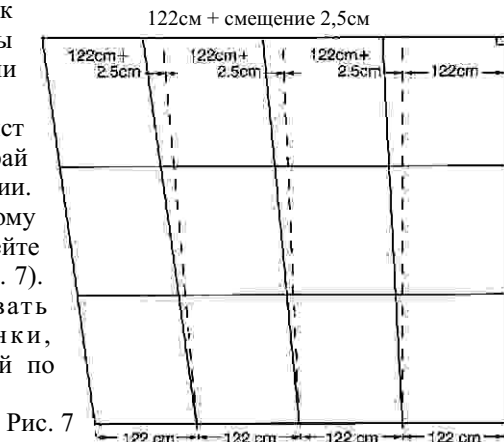

Рис. 7
6. Затем подтяните или подожмите лист так, чтобы его противоположный край проходил по отбитой меловой линии. Прикрепите лист гвоздями по второму гофру от этой кромки, а потом прибейте гвоздями остальные части листа (рис. 7). Если Вы намерены использовать закрывающие фигурные планки, установите их до забивания гвоздей по краю карниза.